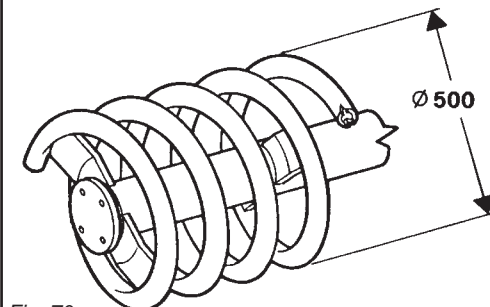

Fig. 70
**Rullo Spiropacker (Fig.70)**
**Spiropackerwalze (Abb.70)**
**Rodillo Spiropacker (imagen 70)**